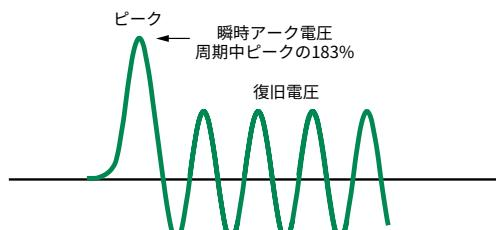

図 12 - アーク時間中のトランジエント過電圧
**アーク電圧** (図 12 参照) – アーク時間中に過電流保護装置を通過するトランジエント電圧。これは通常、瞬時ピーク電圧 ( $V_{peak}$  または  $E_{peak}$ )、稀に電圧の実効値でも表されます。